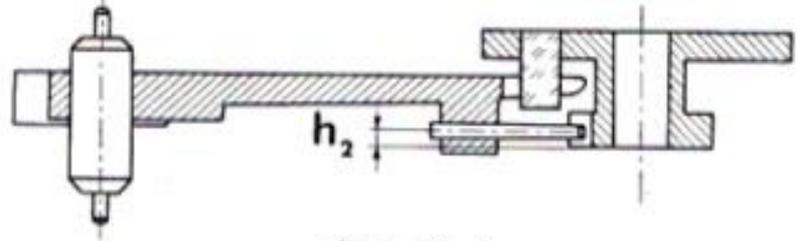

fig. 12-5
2. Posición  $h_2$  entre el dardo y el pequeño platillo, fig.12-5.